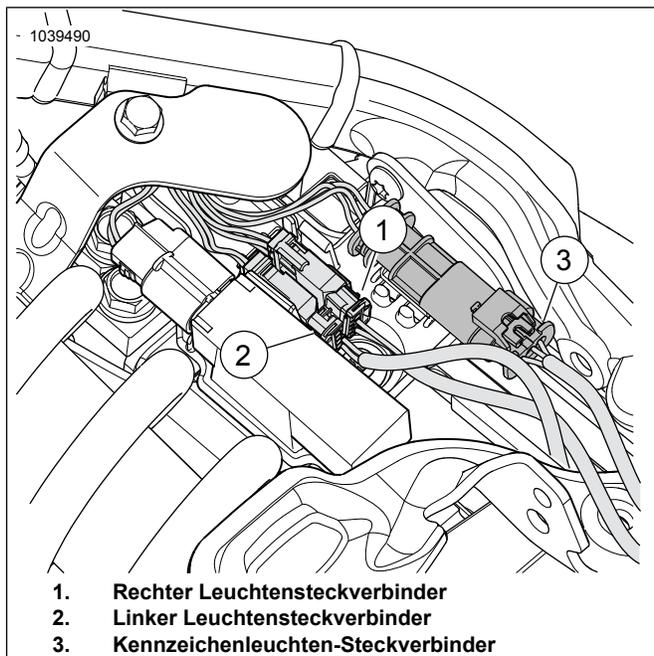

Abbildung 3. Blinker-Steckverbinder
3. Siehe Abbildung 3. Die Steckverbinder für linke (1) und rechte (2) Leuchte trennen.